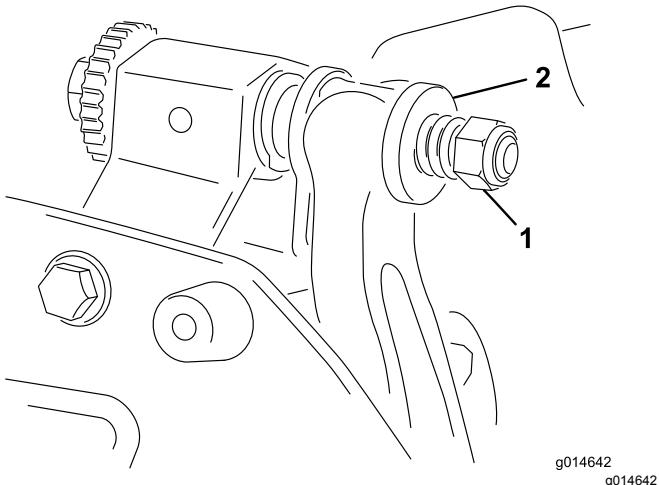

Figure 27
- Serrez l'écrou de tension du ressort jusqu'à ce que les spires soient jointives, puis desserrez-le de 1/2 tour (Figure 27).